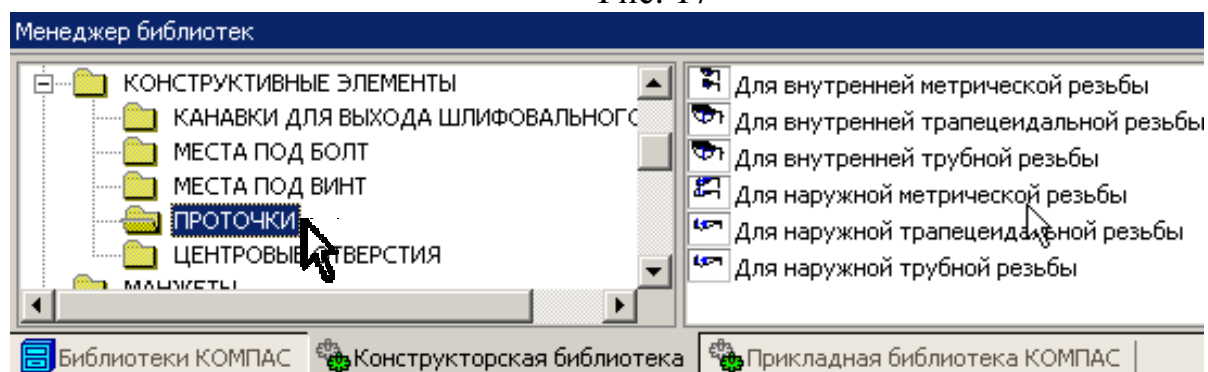

Рис. 18
- Откройте *Конструкторскую библиотеку* и выберите разделы *Конструктивные элементы – Проточки*, рис. 18.